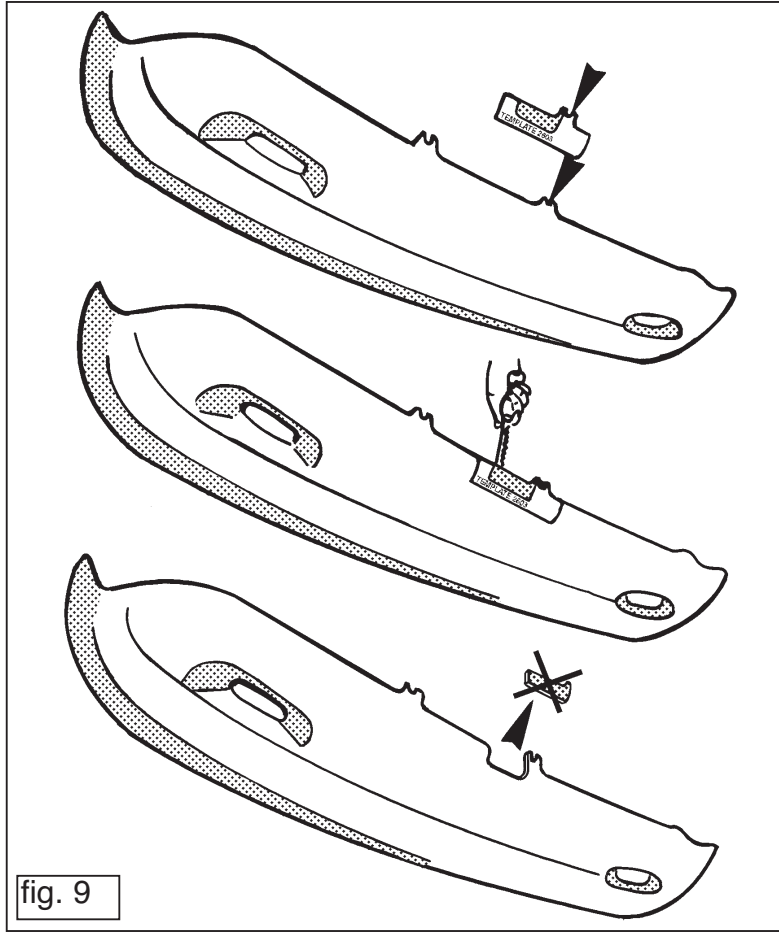

fig. 9
4. Monter kuglen på anhængertrækket med to bolte M12x70/26,2, inklusiv planskiver og selvlåsende møtrikker. Spænd alle bolte og møtrikker ifølge tabellen. Anbring skabelonen 2703 på undersiden af kofangeren ifølge fig.9. Sav det markerede stykke ud af kofangeren. Sæt kofangeren på plads igen ifølge punkt 1.
4. Kulę haka holowniczego skręcić za pomocą dwóch śrub M12x70/26.2 wraz z podkładkami płaskimi i nakrętkami samo kontrolującymi. Wszystkie połączenia skręcane dokręcić z odpowiednim momentem obrotowym podanym poniżej w tabeli. Szablon 2703 odpowiadający rys.9 przyłożyć od spodu zderzaka. Zaznaczony element wyciąć. Zderzak ponownie zamontować.